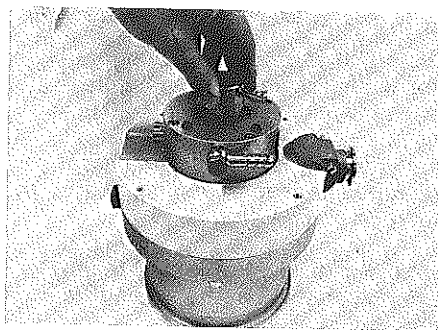

Fig. 17
- Einstellring 36 mit Werkzeug B heraus-schrauben (Fig.17), O-Ring 33 herausnehmen.
- Unscrew setting ring 36 using tool B (fig.17), take out O-ring 33.
- Démonter la bague de réglage 36 avec l'outil B, comme indiqué figure 17, enlever ensuite le joint torique 33.